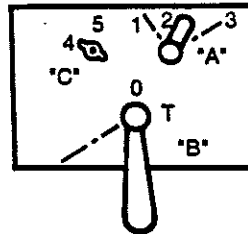

FIG. 2
- Fig.2: La llave C está bloqueada en la posición "4",